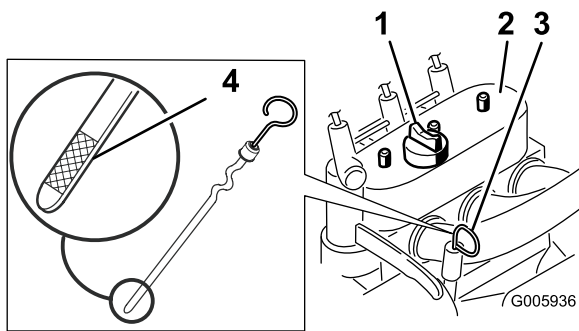

図 13
4. ディップスティック（図 13）の周囲をきれいに拭く。
5. ディップスティックを抜き、先端の金属部分（図 13）をウェスできれいに拭く。
6. ディップスティックを補給管の中にしっかりと差し込む（図 13）。
8. 油量が少なければ、オイル・フィルタのキャップの周囲をきれいに拭き、キャップを外す（図 13）。